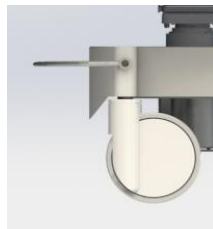

Figura 21
1. Presione el pedal de bloqueo de la rueda hacia abajo para desbloquear la rueda bloqueada (consulte la Figura 21); la rueda bloqueada ahora está desbloqueada y la camilla de ducha se puede mover en todas las direcciones.
- Levante la camilla de ducha para que no toque el colchón de la cama Desbloquee el pedal de freno de las ruedas (Figura 21)
- Desbloquee el pedal de freno de las ruedas (Figura 21)